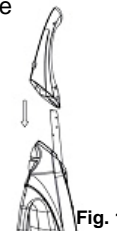

Fig. 1
3. Alinee la abertura del mango con el tubo telescópico de la cubierta de la aspiradora de mano. (Fig. 1)